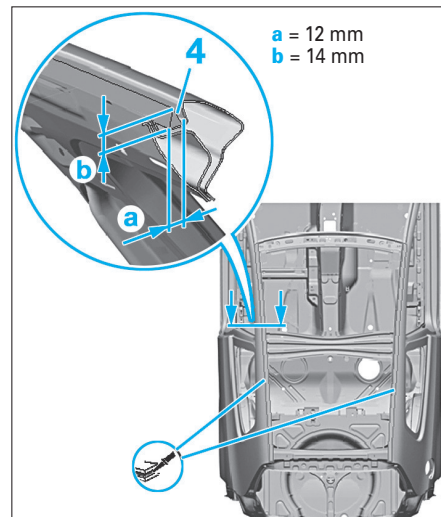

FIG. 111
- Appliquer dans la zone des hauts de caisse la colle de montage monocomposant (4) avec le pistolet à air comprimé (Fig.111).